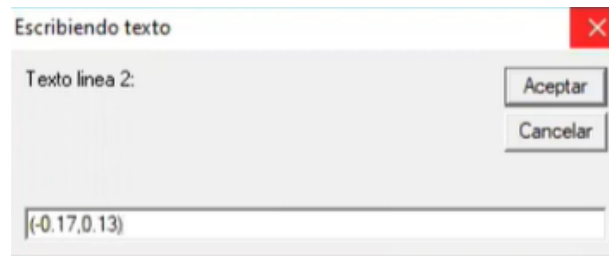

Figura 375. Coordenadas del vértice.
46. En la segunda ventana, introducir las coordenadas del vértice y presionar “Aceptar”. Figura 375.